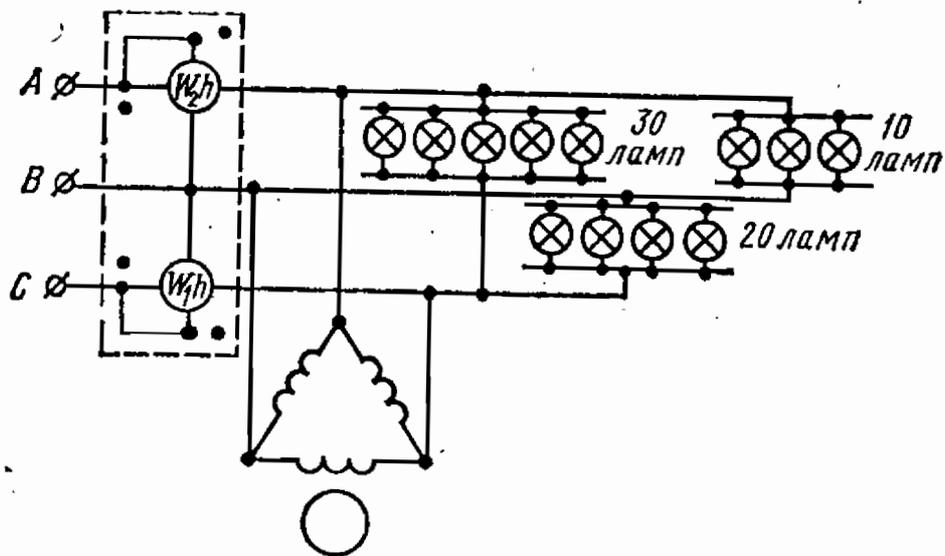

Рис. 6.25
6.25. Три группы 100-ваттных ламп, рассчитанных на напряжение 220 В и двигатель с номинальными данными $P_n = 10 \text{ кВт}$, $U_n = 220 \text{ В}$, $\cos \varphi = 0,75$, $\eta = 85\%$, включены в трехфазную цепь (рис. 6.25).